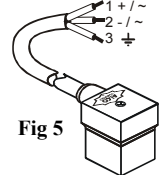

Fig 5
- Monter la prise sur la bobine (Fig. 5) et serrer la vis d'assemblage (couple 0,1Nm).
**Câblage avec le connecteur surmoulé (Fig. 5)**